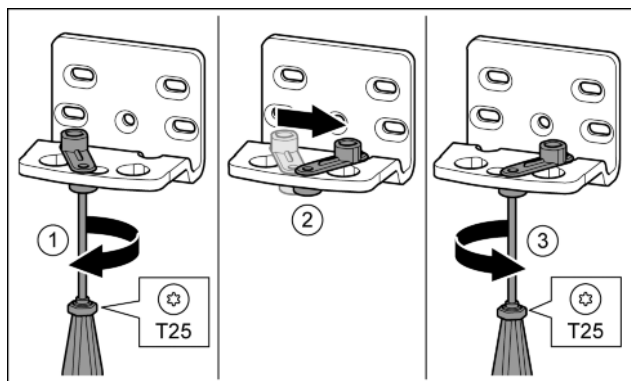

Fig. 16
- ▶ Šroubovákem T25 volně přišroubujte šroub. *Fig. 16 (1)*
- ▶ Zvedněte pomůcku zavírání dveří a v otvoru ji otočte o 90° doprava. *Fig. 16 (2)*
- ▶ Šroubovákem T25 šroub pevně utáhněte. *Fig. 16 (3)*